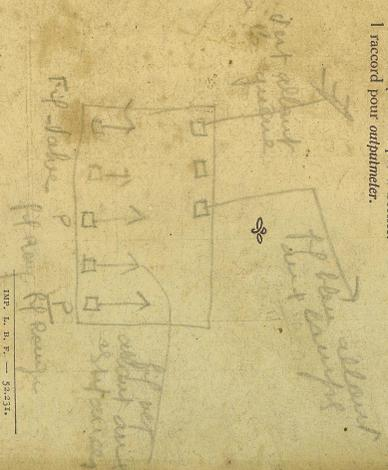

FIG. 1. N. P. — 51.231.
c) *Sensibilité* 10. — Le cadran ne permettant pas, faute de place, le tracé d'une quatrième échelle, pour les mesures faites sur cette sensibilité, effectuer les lectures sur l'échelle 7 volts 5 et se reporter à la figure 1 pour avoir la valeur correspondante en volts.